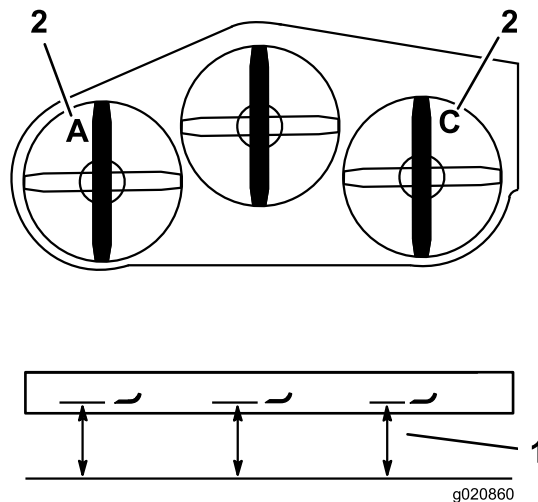

Figure 84
3. Mesurez et notez la distance au point **A** entre la surface plane et le tranchant de la pointe de la lame gauche (Figure 84).
4. Mesurez et notez la distance au point **C** entre la surface plane et le tranchant de la pointe de la lame droite (Figure 84).
7. Ajustez les boulons de réglage dans les chapes, aux points **A** et **C** pour obtenir la hauteur correcte (Figure 84).
3. Mesurez et notez la distance au point **C** entre la surface plane et le tranchant de la pointe de la lame droite (Figure 84).